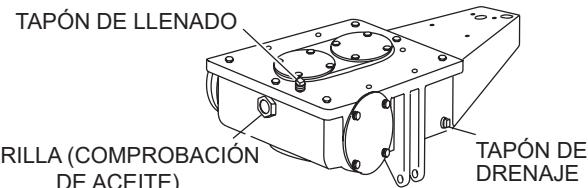

Figura 11. Tapones de aceite de las cajas de engranajes/Mirilla
- Compruebe el nivel de aceite de la caja de engranajes en ambas cajas observando la mirilla en la parte trasera de la caja de engranajes. Vea la Figura 11.
- El nivel de aceite de la caja de engranajes debe estar en el punto medio de la mirilla (Figura 11). La capacidad de aceite de la caja de engranajes es de 1 galón (3.79 litros). Si se requiere aceite adicional, desenrosque el tapón de llenado de aceite ubicado en la parte superior de la caja de engranajes y rellene con aceite ISO 220 A GMA Grado 5 EP.